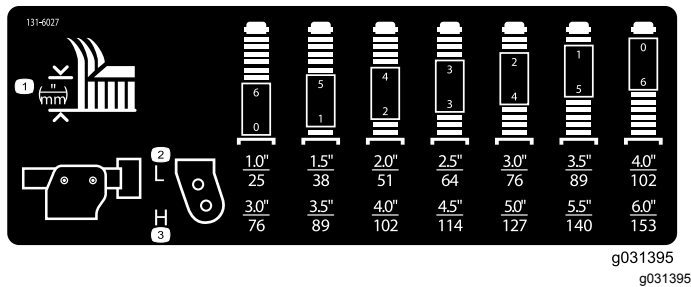

Figura 37
3. Coloque los ejes de las ruedas giratorias en los mismos taladros en todas las horquillas; consulte en la tabla los taladros correctos para una altura de corte determinada (Figura 37).